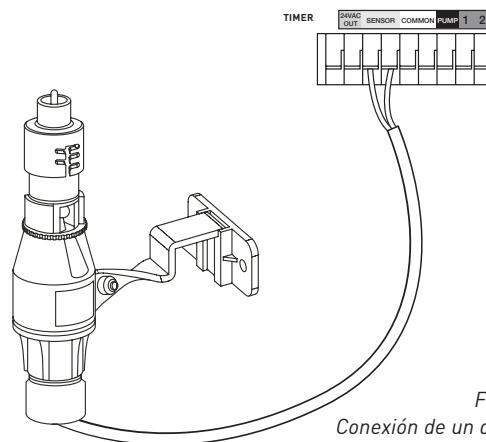

Figura 6:
- Coloque el interruptor de encendido y apagado del detector en la posición “on” para comenzar el funcionamiento (consulte la figura 6).